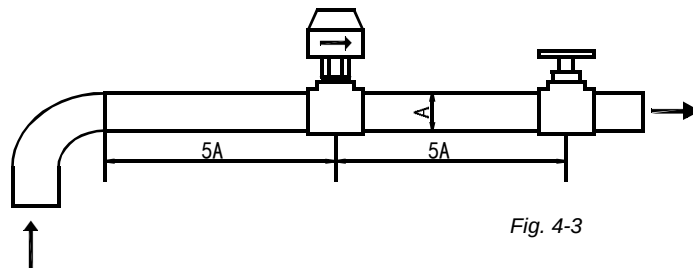

Fig. 4-3
- Diagrama del interruptor de flujo (véase la Fig. 4-3 Tabla 4-2)